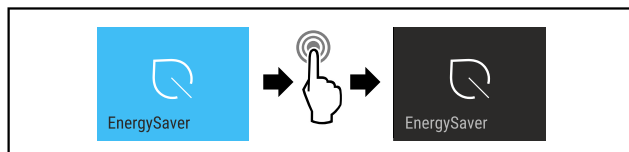

Fig. 15
► Izvedite zahtevane korake (glejte Fig. 15).